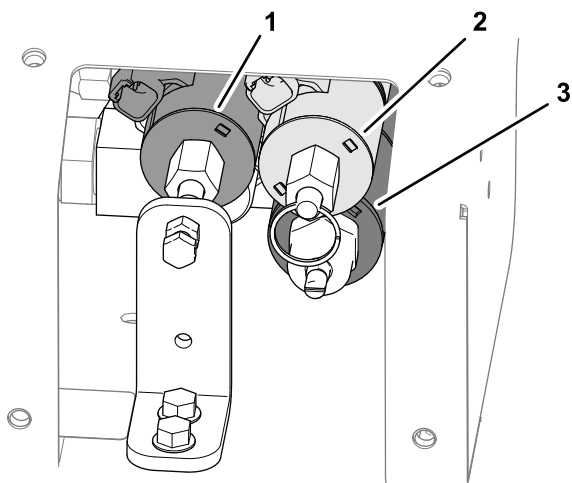

Figure 33
- 3. Localisez les 3 vannes de commande (Figure 33).